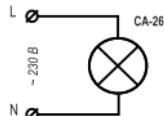

Рисунок 2. Схема подключения изделия основания CA-26 к питающей сети
7.5 Осуществить подключение изделия (рис. 2).